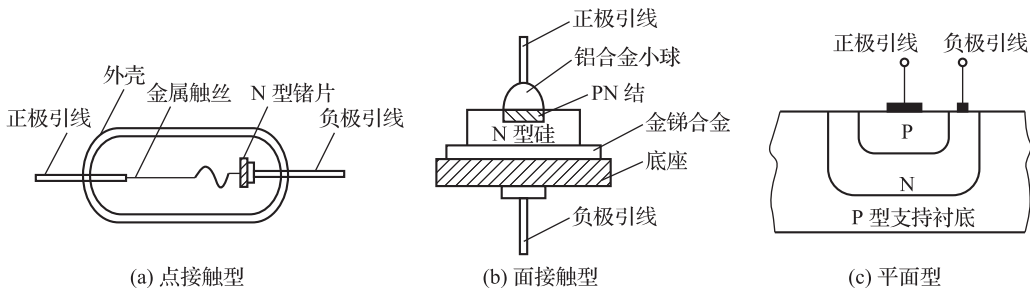

图 1-10 点接触型、面接触型和平面型二极管的结构
- (1) 半导体二极管按制造材料不同有硅二极管和锗二极管。
- (2) 按用途不同有整流二极管、稳压二极管、发光二极管、光电二极管等。
(3) 按功率大小有小功率二极管、中功率二极管和大功率二极管。
(4) 按结构不同有点接触型二极管、面接触型二极管和平面型二极管。点接触型二极管的特点是 PN 结面积小,结电容小,工作电流小,可以在高频下工作,常用于高频检波、混频电路;面接触型二极管的特点是 PN 结面积大,允许通过的正向电流大,但因面积大,结电容较大,只能在较低的频率下工作,常用于整流电路;平面型二极管是一种特制的硅二极管,它不仅能通过较大的电流,而且性能稳定可靠,多用于开关、脉冲及高频电路中。点接触型、面接触型和平面型二极管的结构如图 1-10 所示。